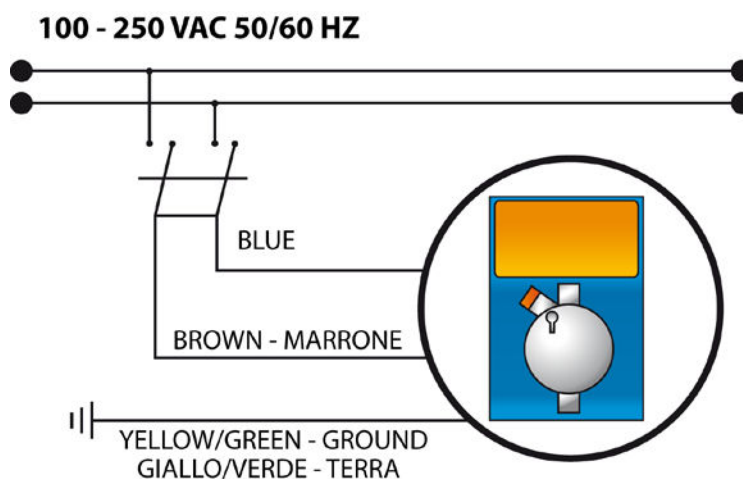

Fig.3 – Raccordement électrique
- Veiller à ce qu'elle soit désactivée électriquement (les deux polarités) en débranchant les conducteurs des points de contact du réseau par le biais de l'ouverture de l'interrupteur omnipolaire avec une distance minimale entre les contacts de 3 mm (Fig.3).